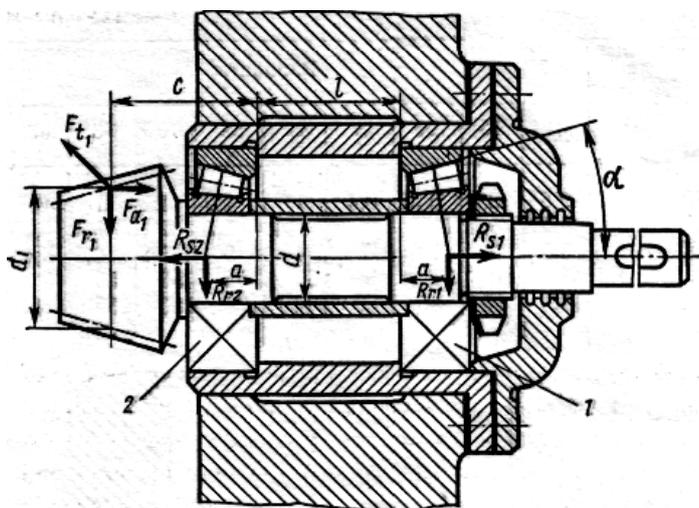

Рисунок 19. (к задаче 87)
**Задача 87.** Для ведущего вала конической прямозубой передачи редуктора подобрать по ГОСТу роликоподшипники 1, 2 конические однорядные (рис. 19). Диаметр цапф вала  $d$ , а частота вращения  $n = 950$  об/мин. На зубья шестерни действуют силы: окружная  $F_{t1}$  радиальная  $F_{r1}$  и осевая  $F_{a1}$ . Средний делительный диаметр шестерни  $d_1 = 64$  мм. Радиальную  $F_{r1}$  и осевую  $F_{a1}$  силы вычислить при угле делительного конуса  $\delta = 27^\circ$ . Требуемая долговечность подшипника  $L_{\text{нтр}}$  и расстояние  $c$